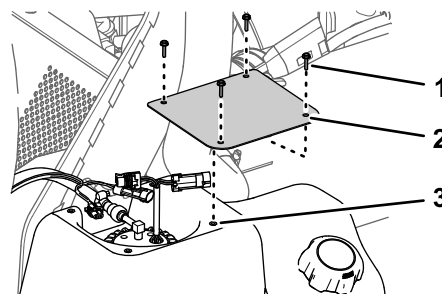

Figure 70
2. Sur le réservoir de carburant, retirez les 4 vis (n° 10 x 3/4") qui fixent le couvercle au sommet du réservoir et déposez le couvercle (Figure 70).